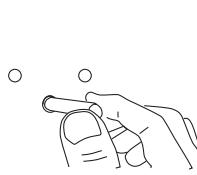

Рис. 5
3. Вставьте пластиковые анкера (дюбели) в отверстия (рис. 5)